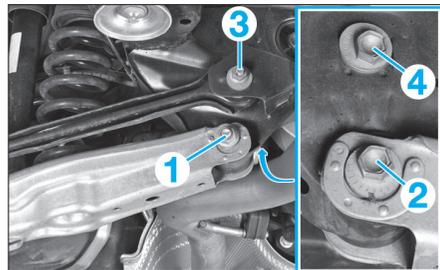

Fig. 6
- Remplacer l'écrou (3) et le serrer à 0,5 daN.m (Fig.6).
- Serrer la vis à excentrique (4) pour régler le parallélisme sur la valeur de consigne.
- Serrer l'écrou (3) à 10 daN.m.